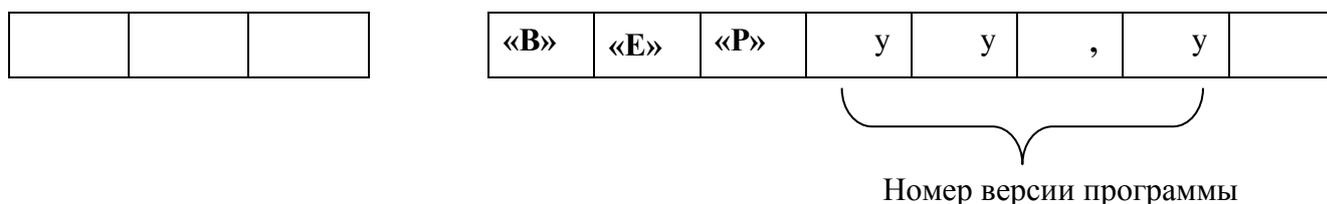

Рис. 21. Отображение версии программного обеспечения БИТТ-01.
1.5.1.14. При выборе пункта меню «Версия программного обеспечения», версия выводится в формате, указанном на рис. 21.